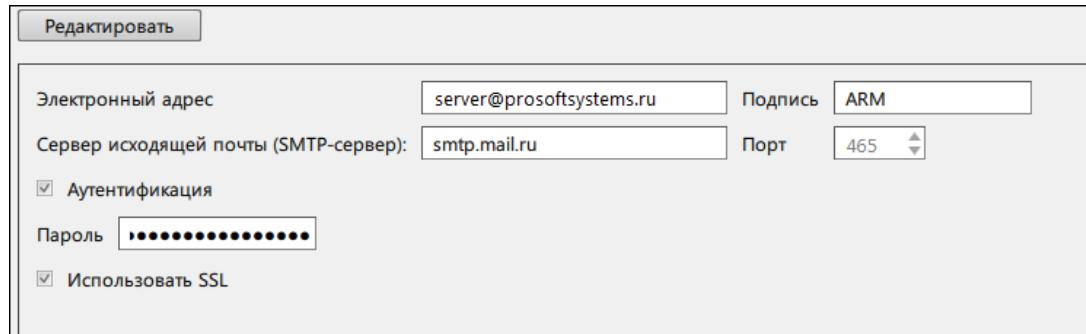

Рисунок 346 - Настройка почтового клиента
- Нажмите **Редактировать** и заполните форму конфигурирования (Рисунок 346).